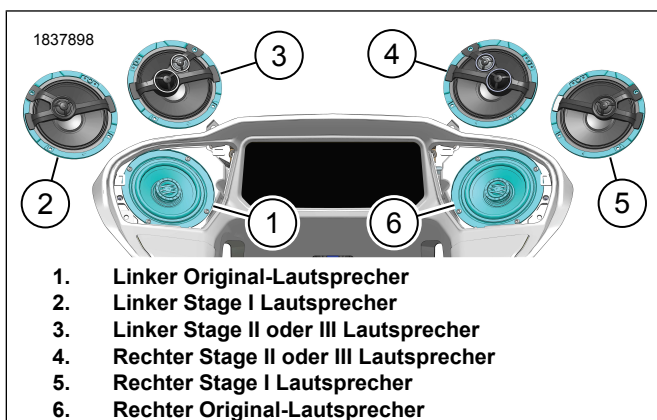

Abbildung 4. Lautsprecherausrichtung (typisch)
1. Abbildung 4 Den Stage I (2, 5) oder II (3, 4) Lautsprecher wie abgebildet ausrichten.